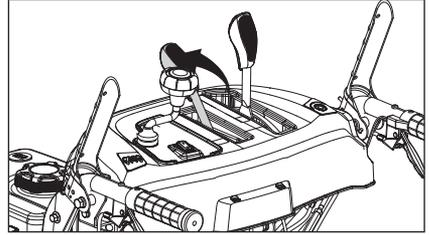

Figure 82
5. Déplacez la commande à fond vers l'avant. (Fig. 82)